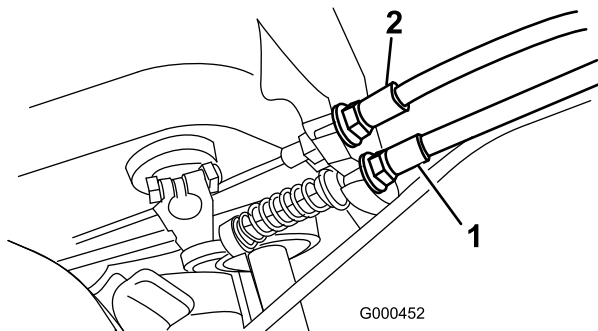

Bild 44
2. Wenn Sie die Zugspannung erhöhen möchten, lösen Sie die Klemmmutter des vorderen Zugs und ziehen Sie die Klemmmutter des hinteren Zugs an (Bild 44), bis eine Kraft von 5,4 bis 7,3 kg benötigt wird, um den Fahrtrieb zu aktivieren.